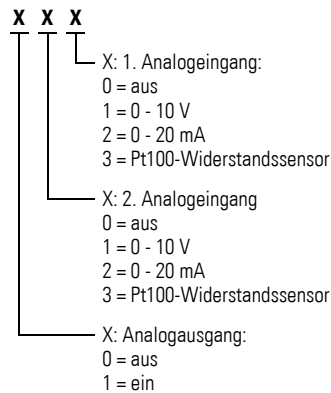
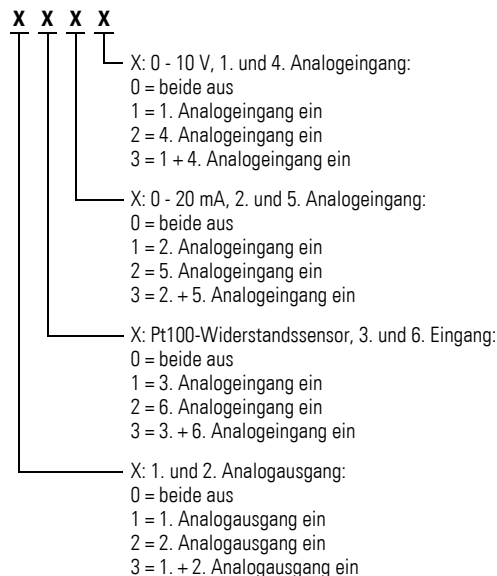

Abbildung 77: Konfigurationscode EASY406-DC-ME (dreistellig)
Abbildung 78: Konfigurationscode EASY411-DC-ME (vierstellig)
- ▶ Wählen Sie mit den Cursortasten <> die zu ändernde Ziffer und anschließend mit den Cursortasten ^ v den passenden Wert. Stellen Sie den Konfigurationscode gemäß (→ Abbildung 77, Seite 85 und → Abbildung 78, Seite 85 ein.